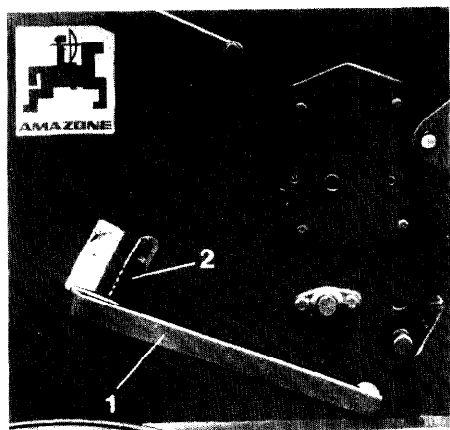

Fig. 1
- ustawić dźwignię regulacyjną denka /rys. 1/1/ na pozycji 1 zaczepu/rys. 1/2/.
Za pomocą pierwszej próby kręconej z reguły nie udaje się uzyskać żądanej normy wysiewu. Jednak wynik pierwszej próby kręconej umożliwia dobór prawidłowej nastawy skrzyni przekładniowej z pomocą „krążka liczącego” /rys. 3/. Zawiera on trzy skale. Pierwsza zewnętrzna biała skala /rys. 1/1/ oznacza wszystkie normy wysiewu powyżej 30 kg/ha a wewnętrzna biała skala /rys. 1/2/ wszystkie normy wysiewu poniżej 30 kg/ha. Środkowa kolorowa skala /rys. 1/3/ odpowiada skali nastawy dźwigni skrzyni przekładniowej od 1–100.